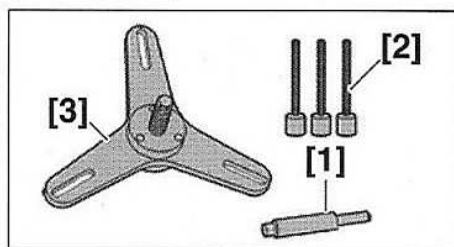

FIG.1
- [1]. Mandrin de centrage d'embrayage (référence : 0217-C5Z) (Fig.1)